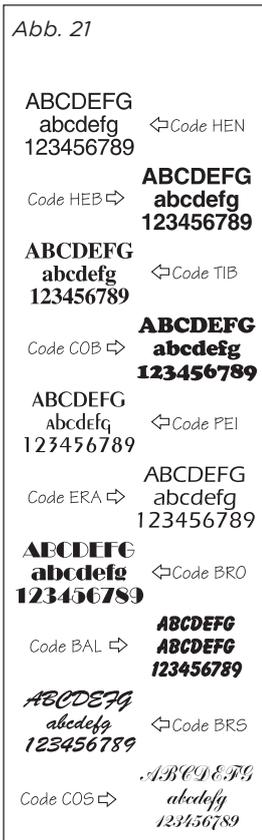

Abb. 21:
14. Schriftart: siehe Abb. 21 Seite 14